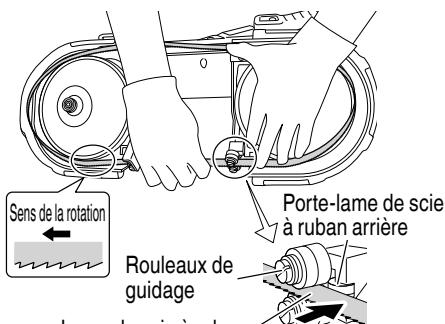

Fig. 17
- En tenant la lame de scie à ruban en place de sorte qu'elle ne se desserre pas, placez la lame de scie à ruban dans la poulie de la lame. (Fig. 17)